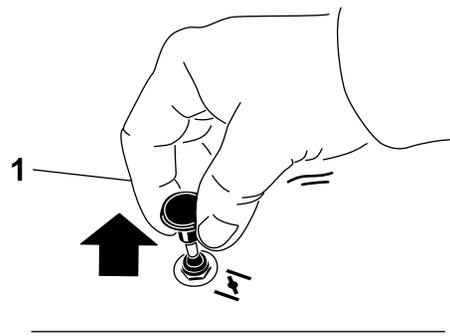

Figura 12
2. Tire hacia arriba del mando para engranar el estárter antes de girar la llave del contacto (Figura 12).
3. Presione hacia abajo el control del estárter para desactivar el estárter después de que el motor arranque (Figura 12).